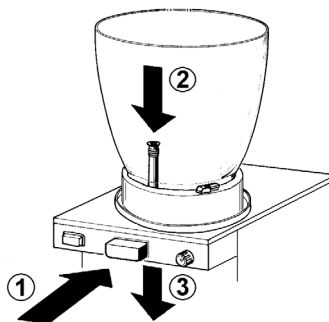

figura 3
Tirar (3) ligeramente hacia abajo la extremidad del tubo de goma hasta ajustarlo completamente (ver figura 3).